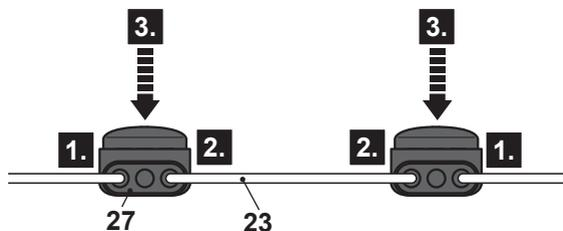

Fig. 23
Si le câble périphérique est endommagé ou cassé, les connecteurs de réparation (27) peuvent être utilisés pour régler le problème (Fig. 23) :